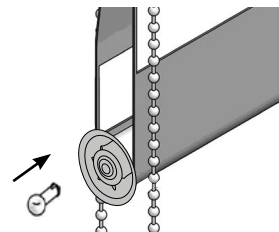

Рис.19
- 6.1 Установить направляющие лески в заглушки нижней трубки 12 мм с обеих сторон(Рис.19).